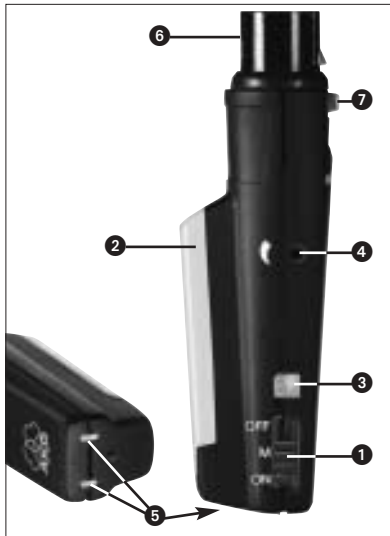

Fig. 1: Elementi di comando dell'SO 40
2.5 Elementi di comando (vedi fig. 1)